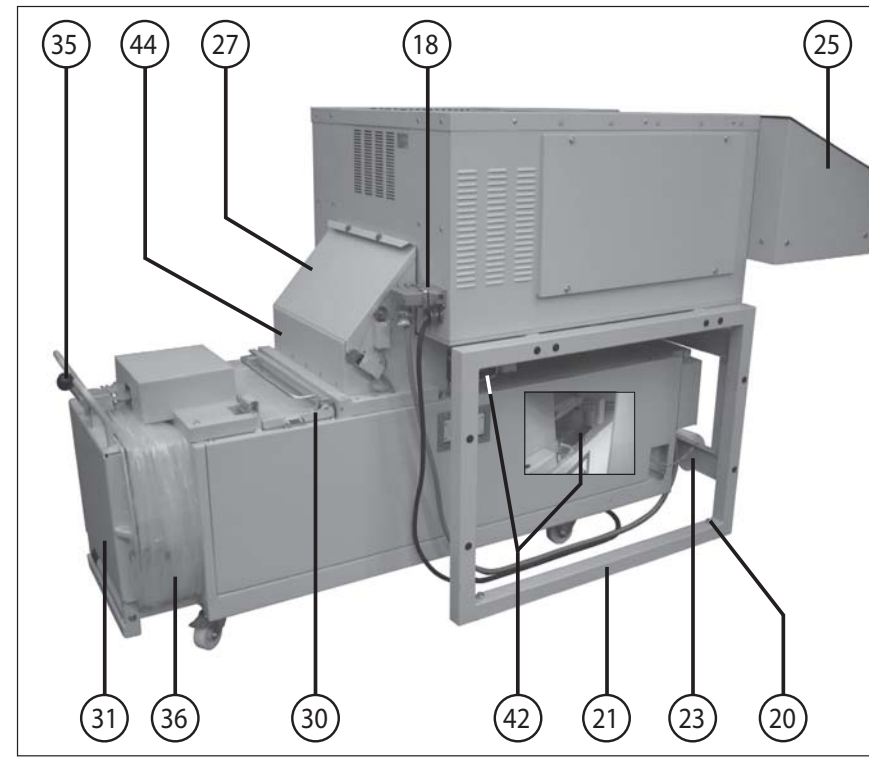

Fig. 2
- 18 = Presa (fig. 2)
- 20 = Vite di compensazione (fig. 2)
- 27 = Sportello di copertura (fig. 2 e 5)
- 30 = Porta di riempimento (fig. 2)
- 31 = Porta di rimozione (fig. 2)